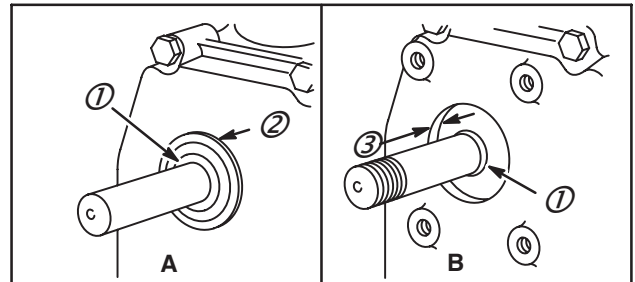

Fig. 19
La plupart des joints spi sont enfoncés (Illustration A) à ras de l'épaulement (2). Cependant, les Modèles 60000, 80000, 100000 et 130000 avec paliers à roulement à billes et face usinée, ont le joint enfoncé (Illustration B) de 4,75 mm par rapport à la face (3), Fig. 19.